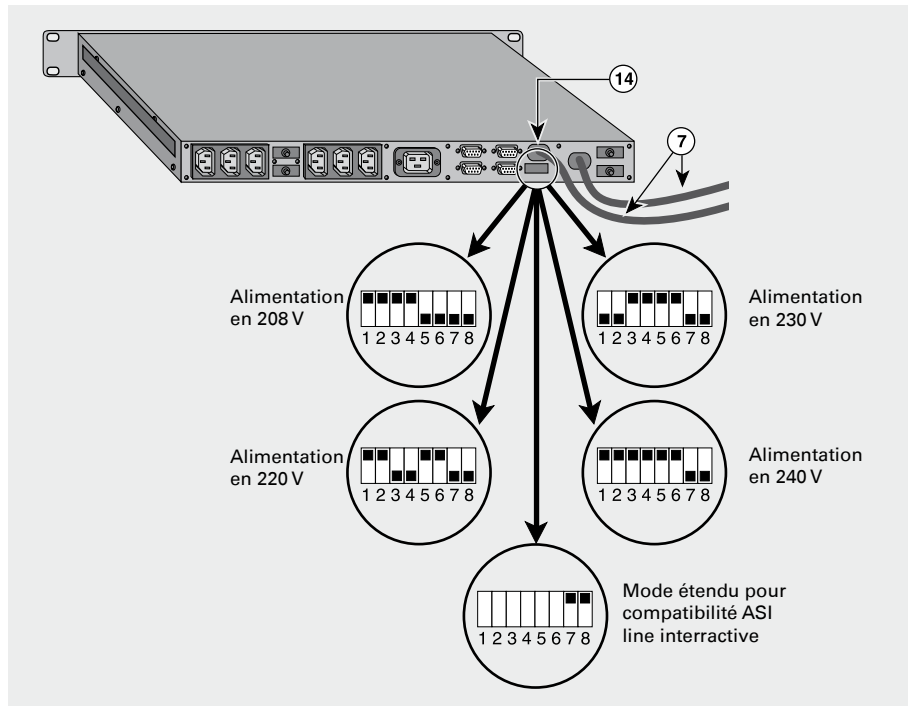

Fig. 3
La configuration "usine" de **STS 16** est de 230 V. Si nécessaire, réaliser l'adaptation de tension nécessaire (208 V, 220 V, 230 V ou 240 V) à l'aide du sélecteur ⑭ (voir figure 3).